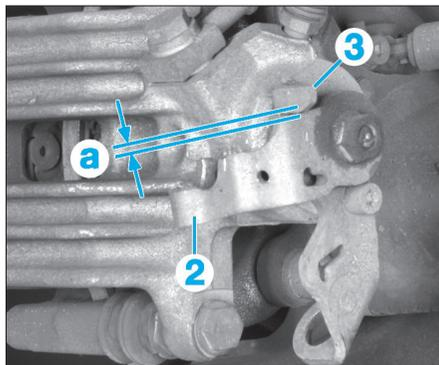

FIG. 21
- L'écart (a) entre le levier (2) et la butée (3) sur les étriers de frein gauche et droit ne doit pas être supérieur à 1,5 mm (Fig.21).